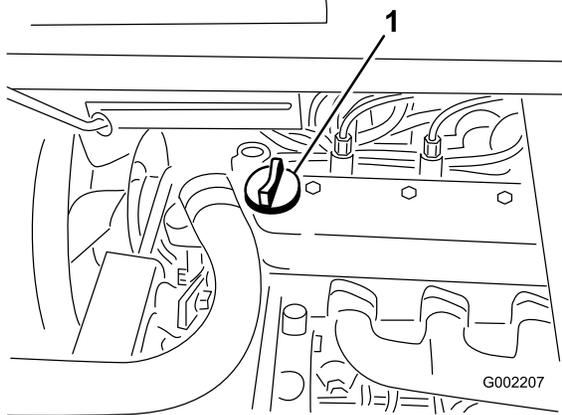

Figure 40
3. Si le niveau d'huile est bas, enlevez le bouchon de remplissage du couvre-culasse (Figure 40) et ajoutez la quantité d'huile nécessaire pour amener le niveau au repère maximum sur la jauge. Reportez-vous à la section Vidange de l'huile moteur et remplacement du filtre à huile, pour connaître le type d'huile et la